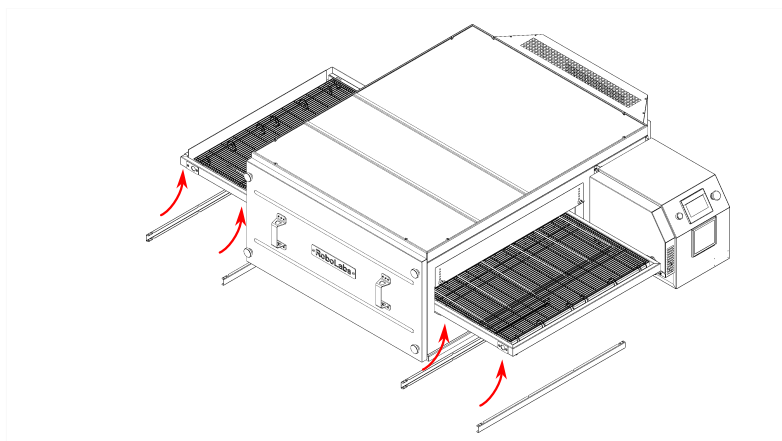

Рисунок 6
8. Закрепите направляющие снизу конвейера, см. Рис. 6. Крепёж находится в конвейере.